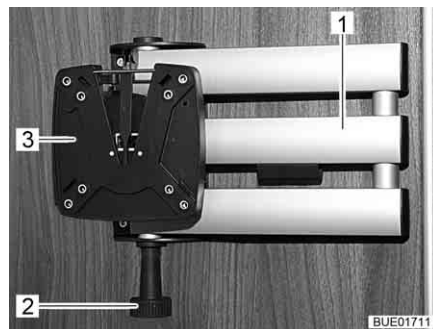

Bild 61 Halterung mit Gelenkarm
- Entriegelungsknopf (Bild 61,2) ziehen. Der Gelenkarm (Bild 61,1) ist entriegelt.
- Flachbildschirm in die Ausgangslage zurückschwenken, bis die Halterung (Bild 61,3) hörbar in die Verriegelung einrastet.